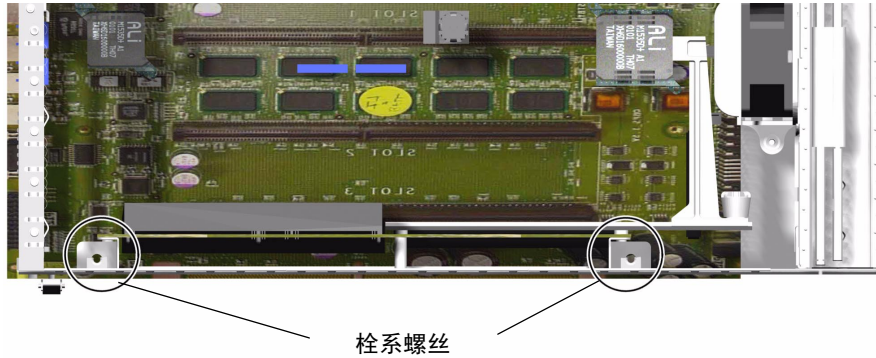

图 1-27 PCI 提升卡螺丝的位置
4. 拧下用于将 PCI 提升卡固定到系统板的两个栓系螺丝。参见图 1-27。